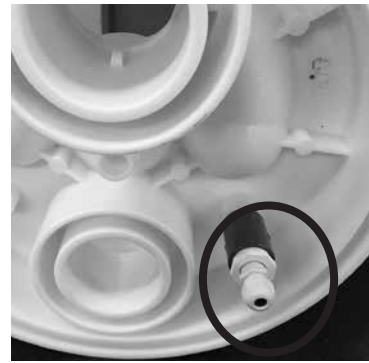

Figura 15
1. Pegue el adaptador de unión (parte #119) al puerto en la parte inferior derecha de la carcasa de chorro (Ver Figura 15).